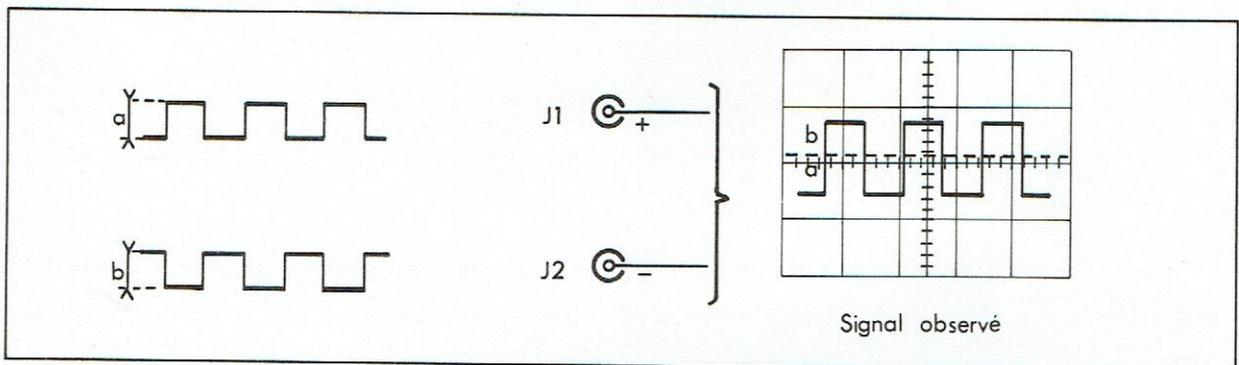

Fig14
- faire apparaître leur somme lorsque ces deux signaux sont en opposition de phase figure 14 .